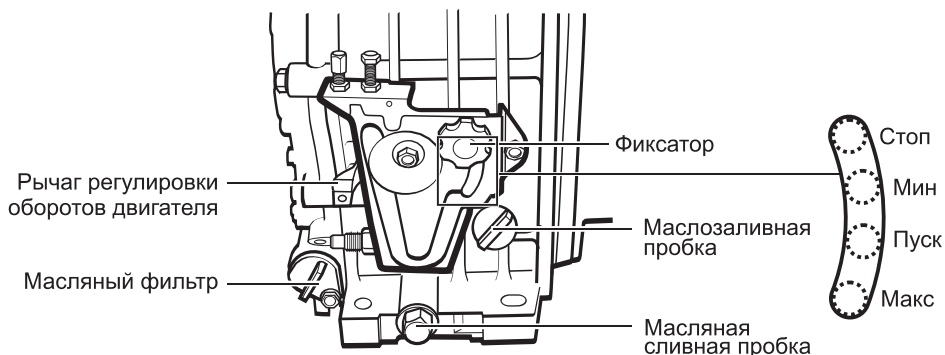

Рис. 7
- Управление работой мотопомпы осуществляется с помощью фиксатора и шкалы на блоке управления (рис. 7). Чтобы переместить фиксатор в нужное положение, открутите его против часовой стрелки, чтобы зафиксировать — закрутите по часовой стрелке.
- Установите фиксатор оборотов двигателя на блоке управления запуском и оборотами двигателя в положение «ПУСК» (рис. 7) и зафиксируйте, закрутив его. **Ни в коем случае не устанавливайте фиксатор в положение «МАКС»!**
- После запуска переведите фиксатор оборотов двигателя на блоке управления запуском и оборотами двигателя в положение «МИН» (рис. 7) и зафиксируйте.